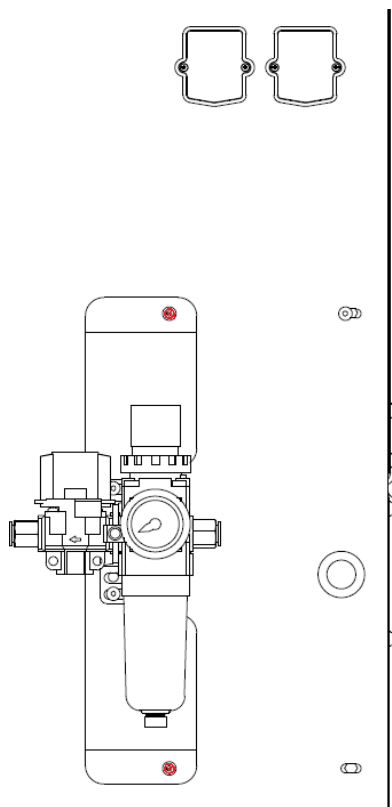

Рис. 11. Монтаж блока подготовки воздуха на принтер
3. Вывинтить два болта с задней части корпуса принтера и прикрутить монтажную пластину и блок подготовки воздуха к принтеру (рис. 11, красные).